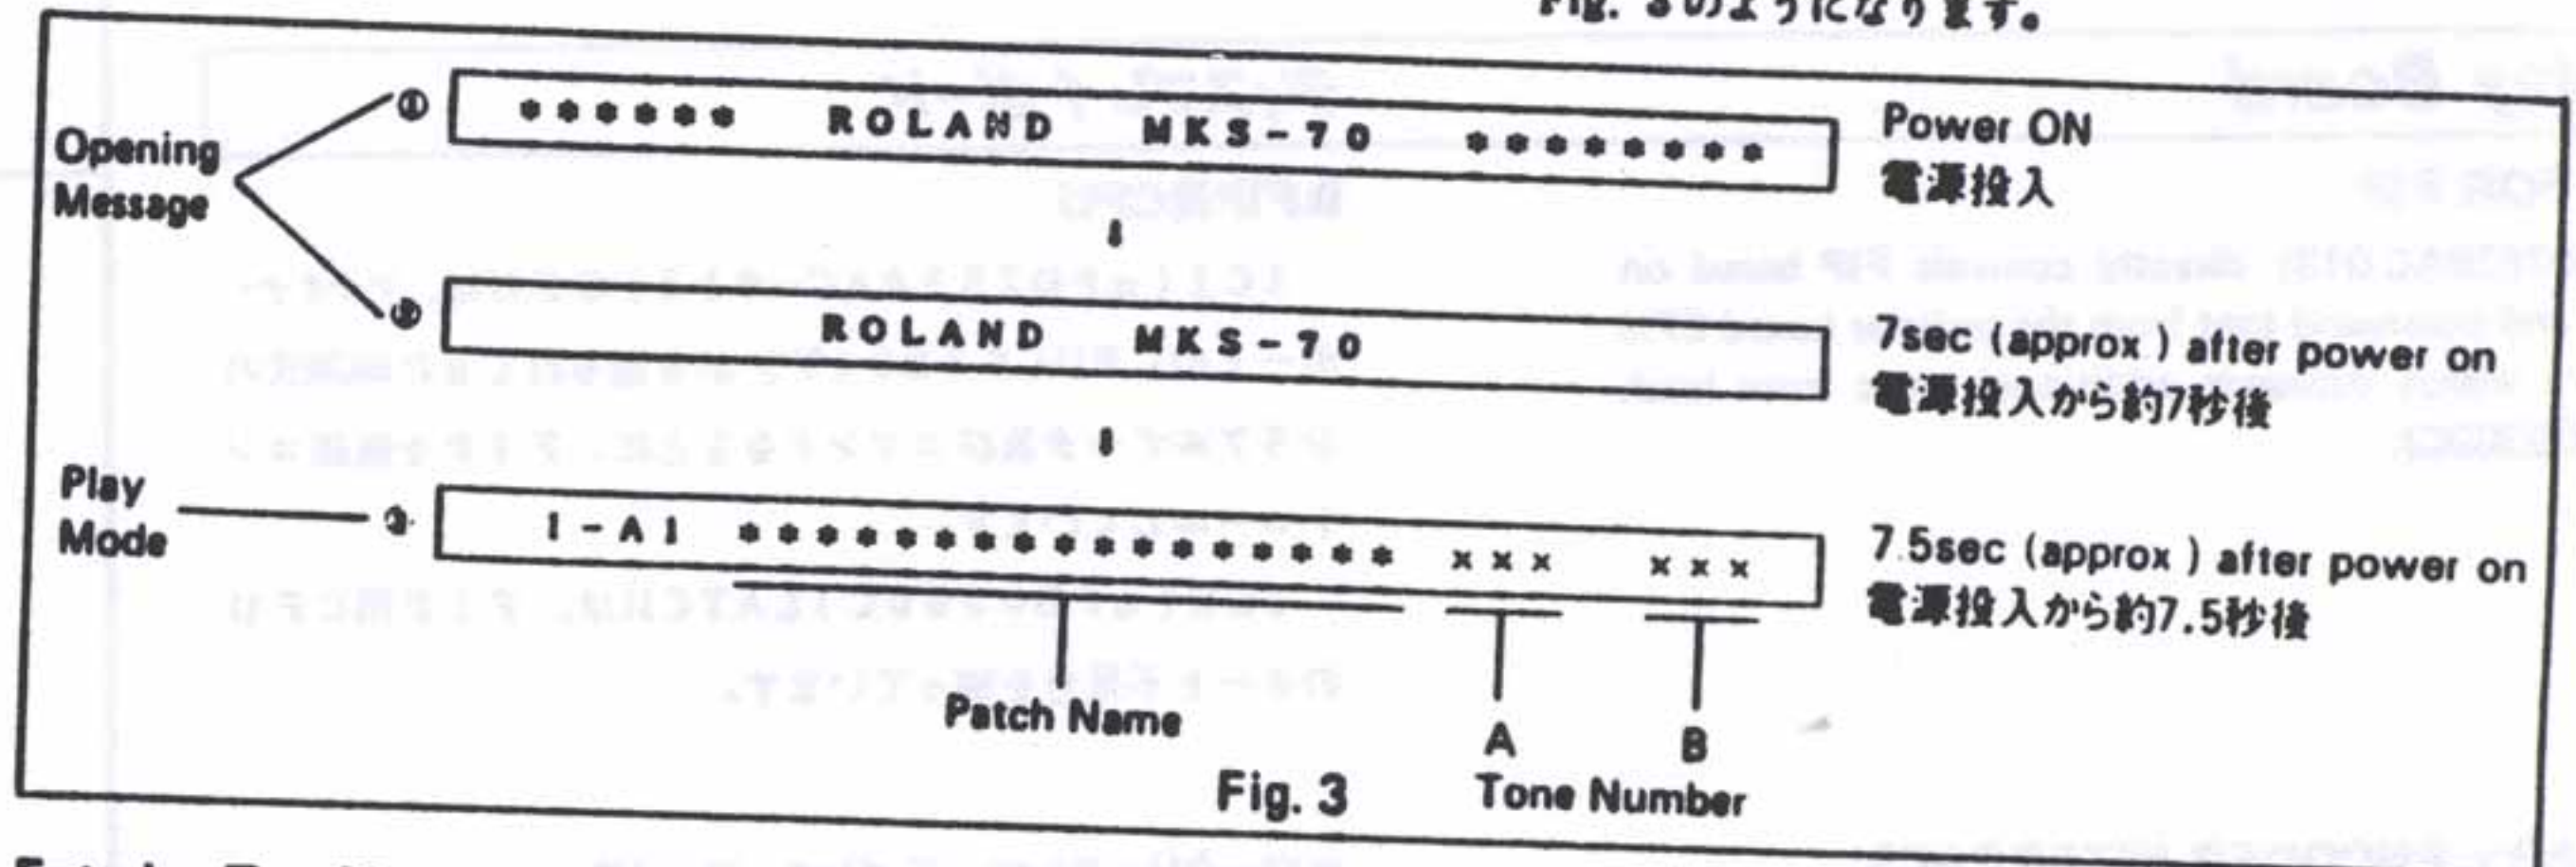

Fig. 3
Enter this mode whenever the unit stays on one of the messages, 1 - 3, shown in Fig. 3 and won't step to the next message after power-up. This test mode checks whether the assigner board is intact or not.
電源を投入したときに MKS-70 が Fig. 3 ①、②、③のいずれかを表示したままで次の動作へ進まない場合、本テストモードを用いることにより、アサイン部のみ動作が可能か不可能かを調べるすることができます。「通常の電源投入時、モジュール CPU はまず自身が管理する各チップを点検し、パラッキの補正や調整を行なった後、準備完了信号をアサイン CPU へ送ります。2 個のモジュール CPU (A 及び B 側) からこの信号が送られてこないアサイン CPU はハングアップしてしまいます。このテストモードはモジュール CPU から準備完了信号を受け取らなくてもアサイン CPU が次の動作を行なえるようにするものです。」通常の電源投入時、正常のディスプレイ表示進行は Fig. 3 のようになります。
Press and hold PARAM and switch the power on. The display will show patch name (see Fig. 3).